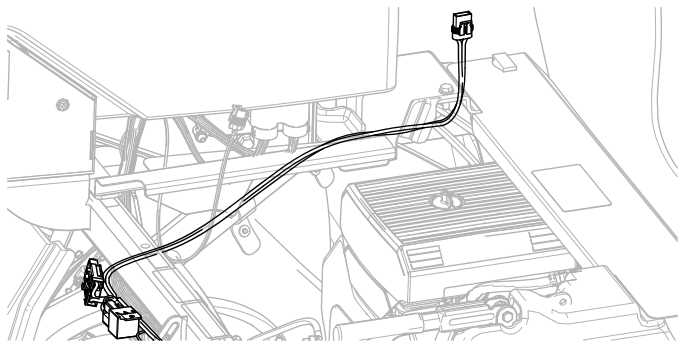

Figura 5
2. Enrute el arnés de alimentación por debajo del lado derecho del tubo del soporte del amortiguador y por debajo de la cubierta de la consola inferior (Figura 5).